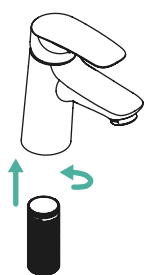
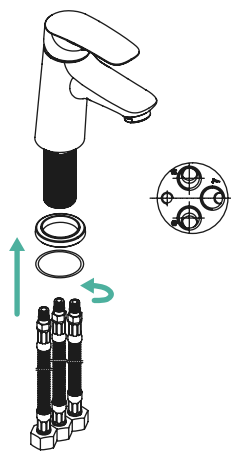

Рис. 2
Рис. 3
2. Плотно прикрутите резьбовую трубу к основному корпусу (рис.2). Установите основание и уплотнительное кольцо (рис.3).
3. Присоедините гибкую подводку к смесителю (рис.3). Рекомендуются подключение холодной воды справа, а горячей слева.